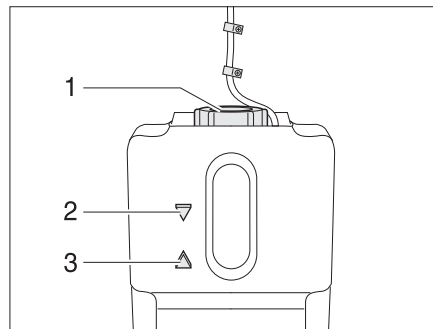

Bild 159 Ausgleichsbehälter Warmwasser-Heizung
- Prüfen, ob am Ausgleichsbehälter (Bild 159) die Flüssigkeit zwischen der Markierung "MIN" (Bild 159,3) und "MAX" (Bild 159,2) steht.
- Am Ausgleichsbehälter den Drehverschluss (Bild 159,1) aufdrehen.